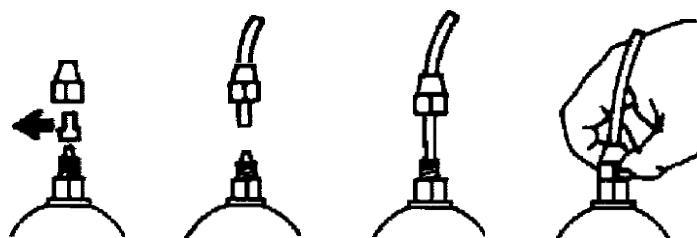

Fig. 7
e.- Saque las dos cápsulas de protección de los empalmes, insiera hasta el fondo los tubos enroscando, y asegúrelas con los casquillos de fijación. (Fig.7)